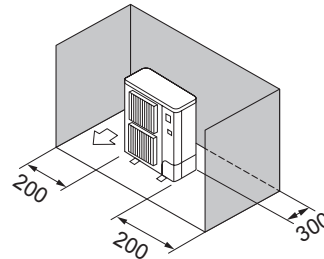

Fig. 2-9
- ③ Alleen obstakels aan de achterzijde en de zijkanten (Fig. 2-9)